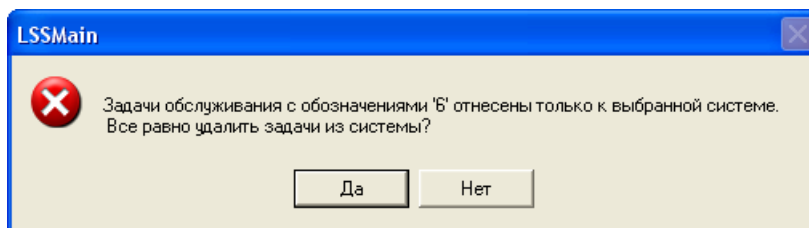

Рис. 3-24
- Если задача обслуживания связана только к выбранной системе, появится предупреждающее сообщение (рис. 3-24):